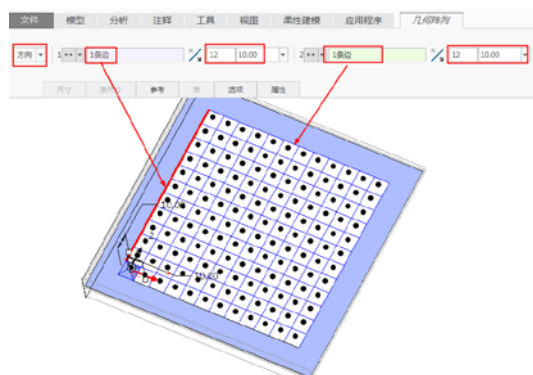

图 5-177 创建几何阵列
- 05** 将造型曲面进行几何阵列，如图 5-177 所示。